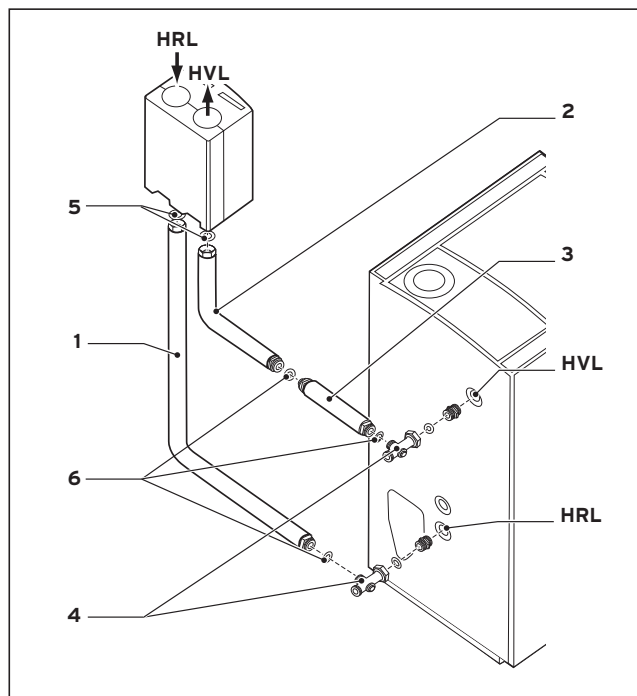

Abb. 3: Montage einer Rohrgruppe auf der rechten Seite des Gerätes (Umbau der Rohrgruppe erforderlich)
Bei Positionierung der Rohrgruppe (Verteilerbalken) rechts neben dem Kessel (s. Abb. 3) das Vorlaufrohr aus den beiden Rohrteilen (2) und (3) zusammenschrauben.